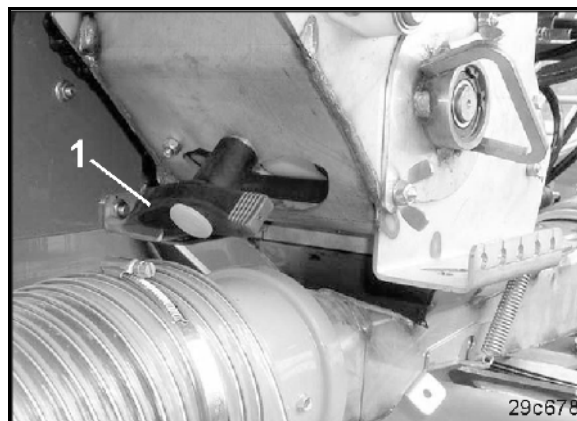

Рис. 61
4. Откройте клапан для выгрузки остатков, повернув рукоятку (Рис. 61/1).
7. Закройте заслонку полного опорожнения (Рис. 61/1) и закрепите лоток в транспортном креплении.